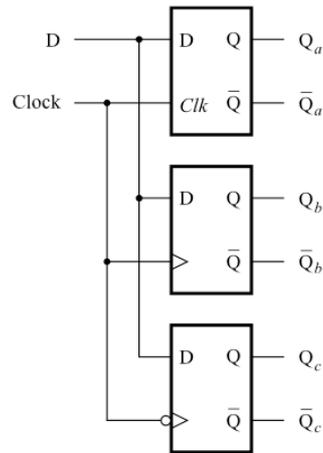
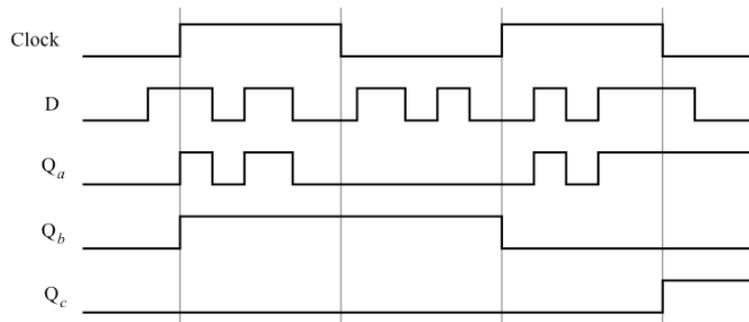

Abb. 1.2 Schaltkreis
Abb. 1.3 Timing-Diagramm
Abbildung 1.2 zeigt nun einen Schaltkreis mit drei verschiedenen Speicherelementen. Neben einem gated D-Latch sind auch ein D-Flipflop mit positiver Taktflanke sowie eines mit negativer Taktflanke vorhanden. Aus Abb. 1.3 können die Signale an den Ausgängen abhängig von den Eingangssignalen Clock und D entnommen werden.
3. Erstellen Sie eine Vector Waveform File (.vwf) um die Inputs und Outputs zu spezifizieren. Übernehmen sie die Inputs aus Abb. 1.3. Simulieren sie den Schaltkreis und überprüfen sie das unterschiedliche Verhalten der drei Speicherelemente.